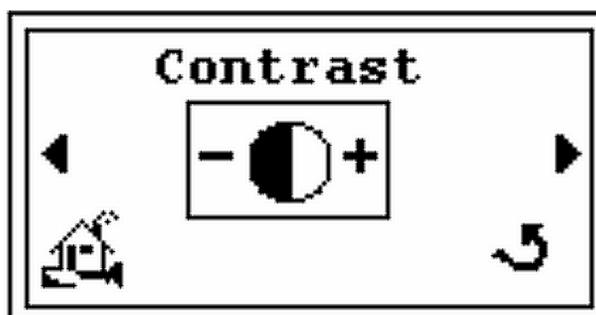

Figure 2-36 Contraste – Ecran initial
- Presser **▶** et l'écran de *Contraste* apparaît (Figure 2-36).
- Presser **Enter** et l'écran de *contraste* re-apparaît (Figure 2-36).